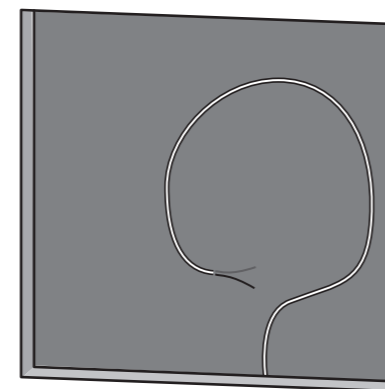

Fig. 13. Speaker Wire
3. Poprowadź przewód głośnikowy od wzmacniacza do tego miejsca, pozostawiając wystarczająco dużo luzu, aby umożliwić połączenie (rys. 13).